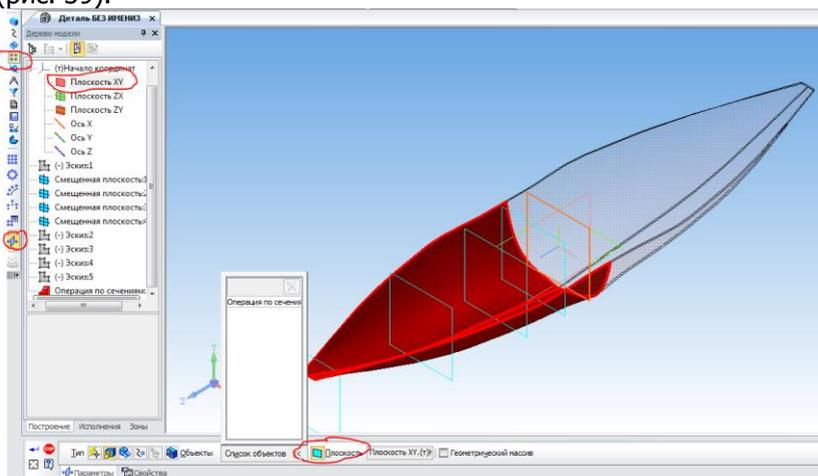

Рис. 39.
8. Активизируйте панель Массивы , выберите  Зеркальный массив. Укажите объекты копирования, кликнув на половине построенной модели, и плоскость симметрии - XY (Фронтальная плоскость). В окне модели появится фантом построений (рис. 39).